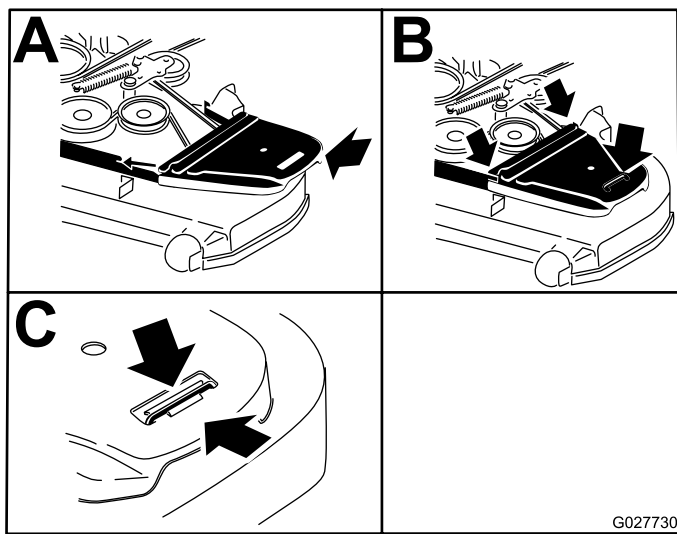

Figura 90
12. Instale las cubiertas de la correa (Figura 90).